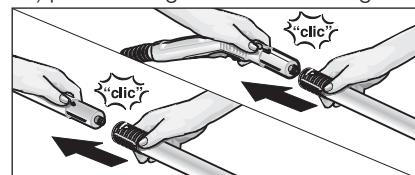

Fig. 3: Sette på forlengerrøret
- Bruk hvis nødvendig forlengerrøret (G1). Monter deretter en av, eller begge forlengerørene (G1) på dampistolten (C1) (se fig. 3). Skyv den ønskede tilbehörsdelen (D1, E1, F1, H1) på den ledige enden av forlengerrøret.